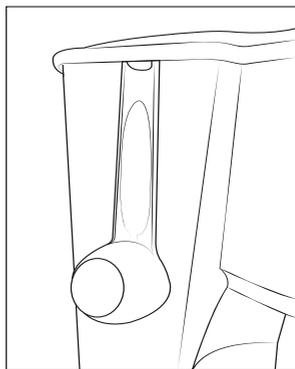

Fig. 4
- 4) Placez la cuillère doseuse 12 pour la ranger dans la verseuse 6. Vous pouvez également accrocher la cuillère doseuse 12 au bord du réservoir à eau 10 (voir fig. 4) :